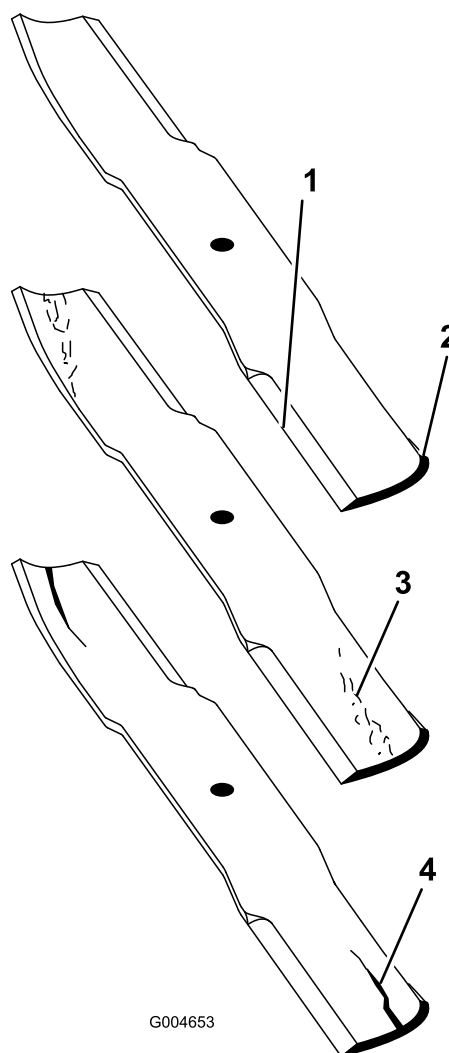

Figure 111
2. Examinez attentivement les tranchants de la lame, particulièrement au point de rencontre de la partie plane et de l'aillette (Figure 111). Le sable et les matières abrasives peuvent éroder le métal à cet endroit, c'est pourquoi il est important de contrôler l'état de la lame avant d'utiliser la tondeuse. Remplacez la lame si elle vous semble usée (Figure 111).